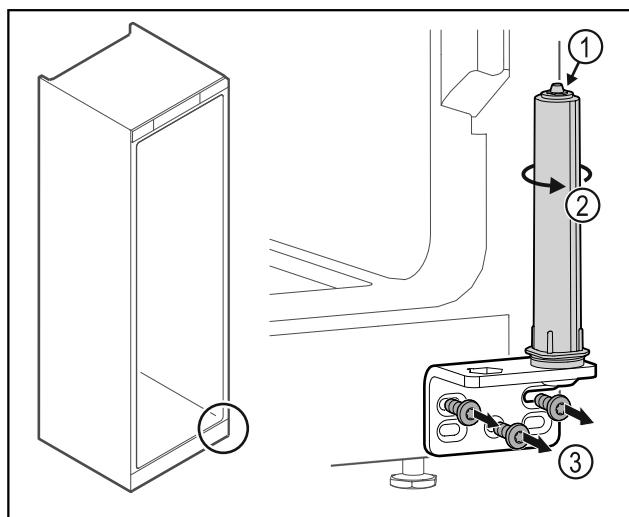

Fig. 38
- ▶ Nerozoberajte systém zatvárania dverí Fig. 38 (1).
- ▶ Otáčajte systém zatvárania Fig. 38 (2), kým nezavakne.
- ▶ Odskrutkujte uholník závesu Fig. 38 (3).